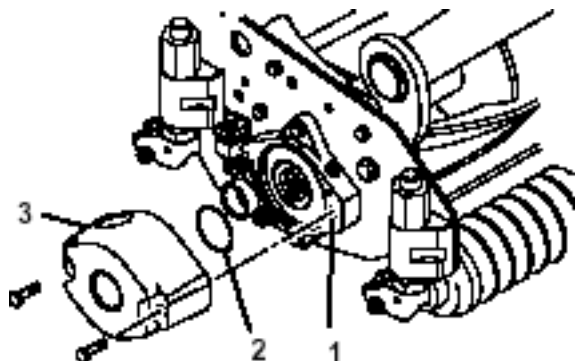

図3
3. 大きなOリングにグリスを塗り、Cuttingユニット両側のベアリングハウジングの溝にそれぞれ取り付ける (図3 & 6)。
4. 各Cuttingユニットにカウンタウェイトを取り付ける (図3：付属のキャップスクリュを使用する)。